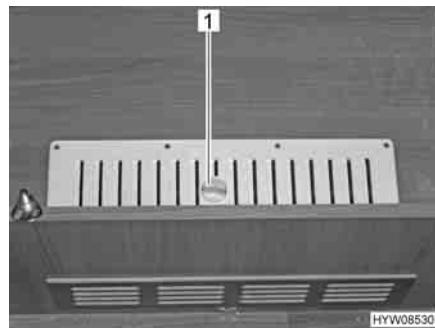

Fig. 49 Alimentazione aria fresca
- Ruotare la maniglia girevole (Fig. 49,1) sulla griglia a lamelle dell'armadio guardaroba finché le lamelle non sono completamente aperte. L'aria fresca fluisce nell'abitacolo e nell'armadio guardaroba attraverso la griglia a lamelle.
- Ruotare la maniglia girevole (Fig. 49,1) sulla griglia a lamelle dell'armadio guardaroba finché le lamelle non sono completamente chiuse. Tutta l'aria fresca fluisce nell'abitacolo attraverso la griglia a lamelle.